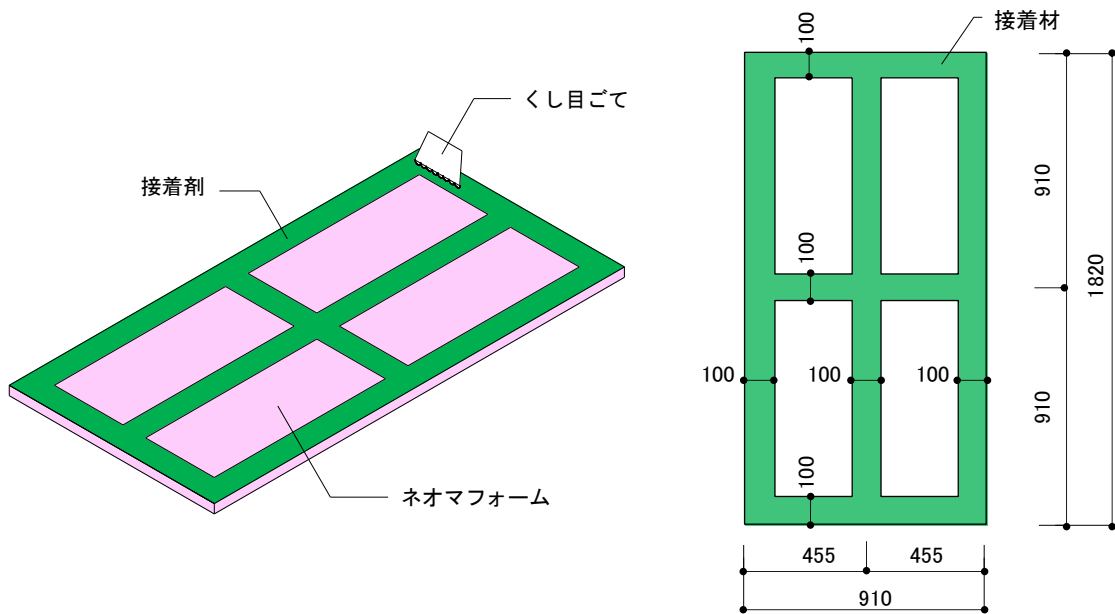

図2：接着剤の塗布方法及び位置
- 接着剤をくし目ごてで、ネオマフォーム側に田の字に塗布します。接着剤の塗布パターンは、図2、3を基本とし、専用のくし目ごてで幅100mm程度に塗布する。塗布量は500g/m2（ボード面積）を標準とする（3×6板1枚当たり塗布量約800g）。